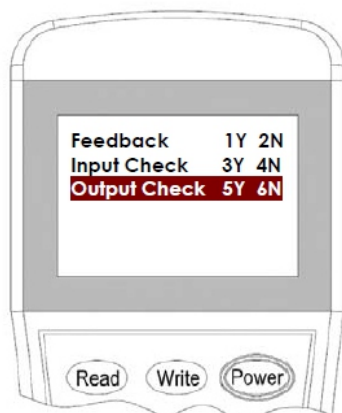

Figura 15
4. Insira “5” para o modo Verificação e pressione “Write” para alterar a configuração (Figura 15).